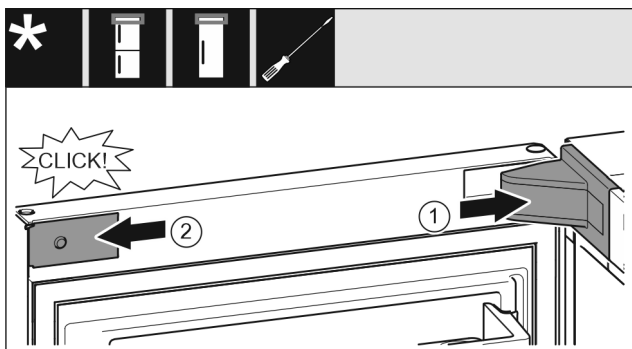

Fig. 23
- ▶ Założyć osłonę płytki zawiasu i zazębnić, ew. ostrożnie odsunąć. *Fig. 23 (1)*
- ▶ Założyć zaślepkę z boku i zazębnić. *Fig. 23 (2)*